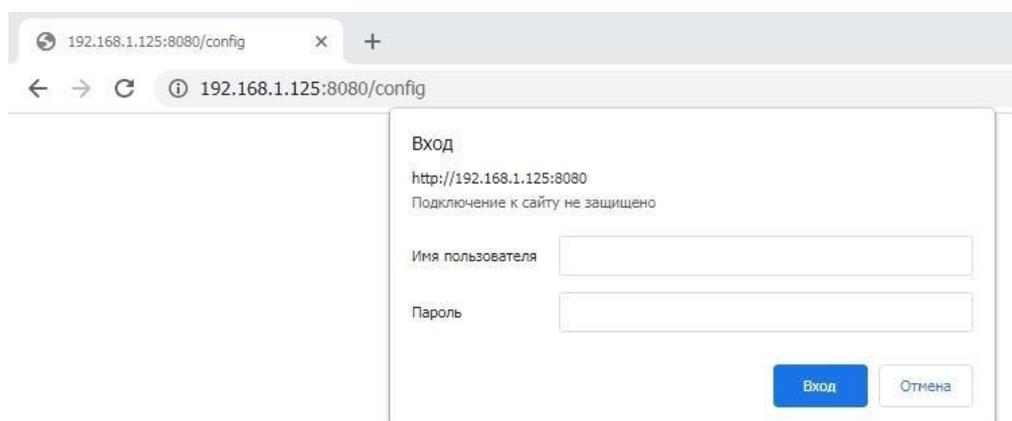

Рисунок 3.1 – Окно аутентификации пользователя
2. Появится всплывающее окно для аутентификации пользователя (рисунок 3.1).